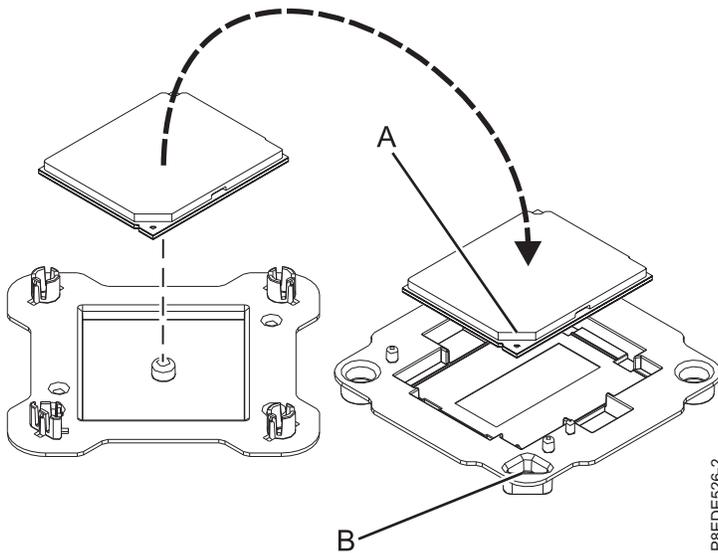

Figura 105. Colocación del módulo del procesador del sistema en el empaquetado
11. Sujete ligeramente el módulo del procesador del sistema que ha sustituido por los bordes y levántelo fuera de la tapa del empaquetado. Alinee la esquina biselada del módulo (A) con la esquina del empaquetado con un triángulo (B) y colóquela en el empaquetado, tal como se indica en Figura 105. Cierre la tapa del empaquetado.